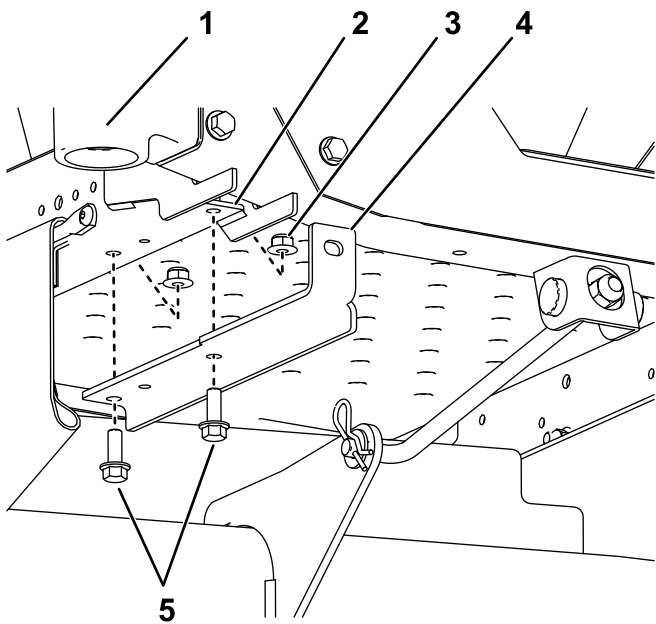

Figura 4
1. Fixai suportii de montare greutate la partea inferioară a cadrului utilizând 2 uruburi ($\frac{3}{8} \times 1''$) i 2 contrapiulițe ($\frac{3}{8}''$) aa cum se arată în Figura 4.